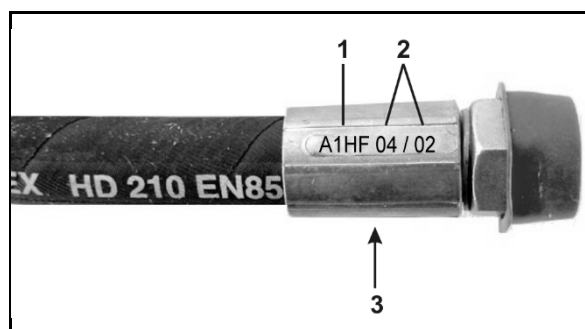

Fig. 99
5. Nach dem Lösen der Flügelmutter (Fig. 99/1) muss der Stellhebel (Fig. 99/2) am Anschlag (Fig. 99/3) zur Anlage kommen.
- In dieser Position muss die Ablesekante (Fig. 99/4) für die Schieberstellung den Wert „11“ auf der Skala anzeigen.
**Ist dies nicht der Fall, die Position des Anschlags (Fig. 99/3) durch Verdrehen der Verbindungsstangen (Fig. 99/5) entsprechend verändern:**
7. Kontermuttern (Fig. 99/6) der Verbindungsstangen (Fig. 99/5) lösen.
8. Die Verbindungsstange solange verdrehen, bis der Anschlag (Fig. 99/3) am Stellhebel (Fig. 99/2) anliegt.